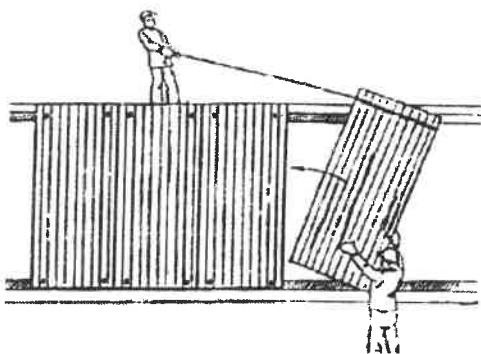

Fig. 18. Așezarea manuală a panourile pe perete.
19. Panourile cu o greutate specifică redusă pot fi ridicate din ambalaj și amplasate manual – fig. 18 și 19.